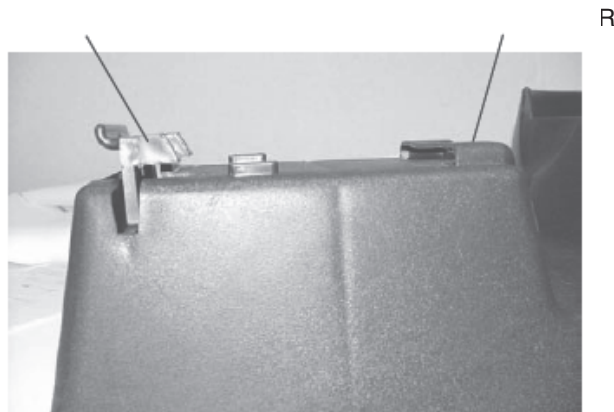
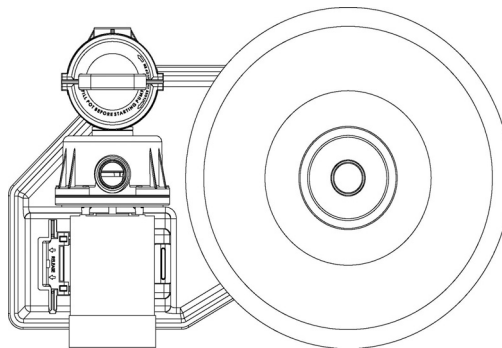

Figura 3.
Figura 5.
- G Deslice el pie de la Bomba entre el gancho de sujetar y el disparador. Referirse a la Figura 3. Siente la Bomba a través de empujar hacia abajo sobre ella hasta que el gancho de sujetar haga un ruido corto cuando entre en su lugar sobre el pie de la Bomba. Refierase a la Figura 4. La bomba tiene que ser posicionada como es indicado en la Figura 5. Instale y empuje los dos ganchos de sujetar a través de la ranura en el pie de el motor, hacia los dos hoyos en la base cerca de el disparador.